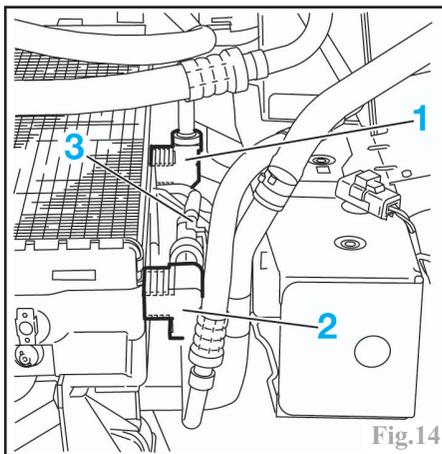

Fig.14
Désaccoupler les conduits d'entrée (1) et de sortie (2) du condenseur (Fig.14).